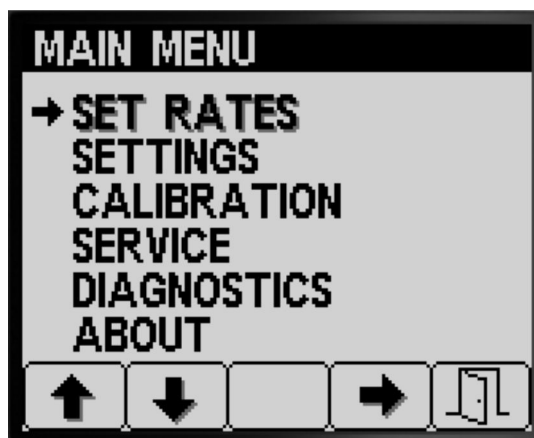

Figura 4
1. Per accedere alla schermata Impostazione volumi, premete il pulsante 2 sulla schermata del MENU PRINCIPALE per navigare fino all'opzione IMPOSTAZIONE VOLUMI (Figura 4).
2. Premete il pulsante 4 per selezionare il sottomenu IMPOSTAZIONE VOLUMI (Figura 4).